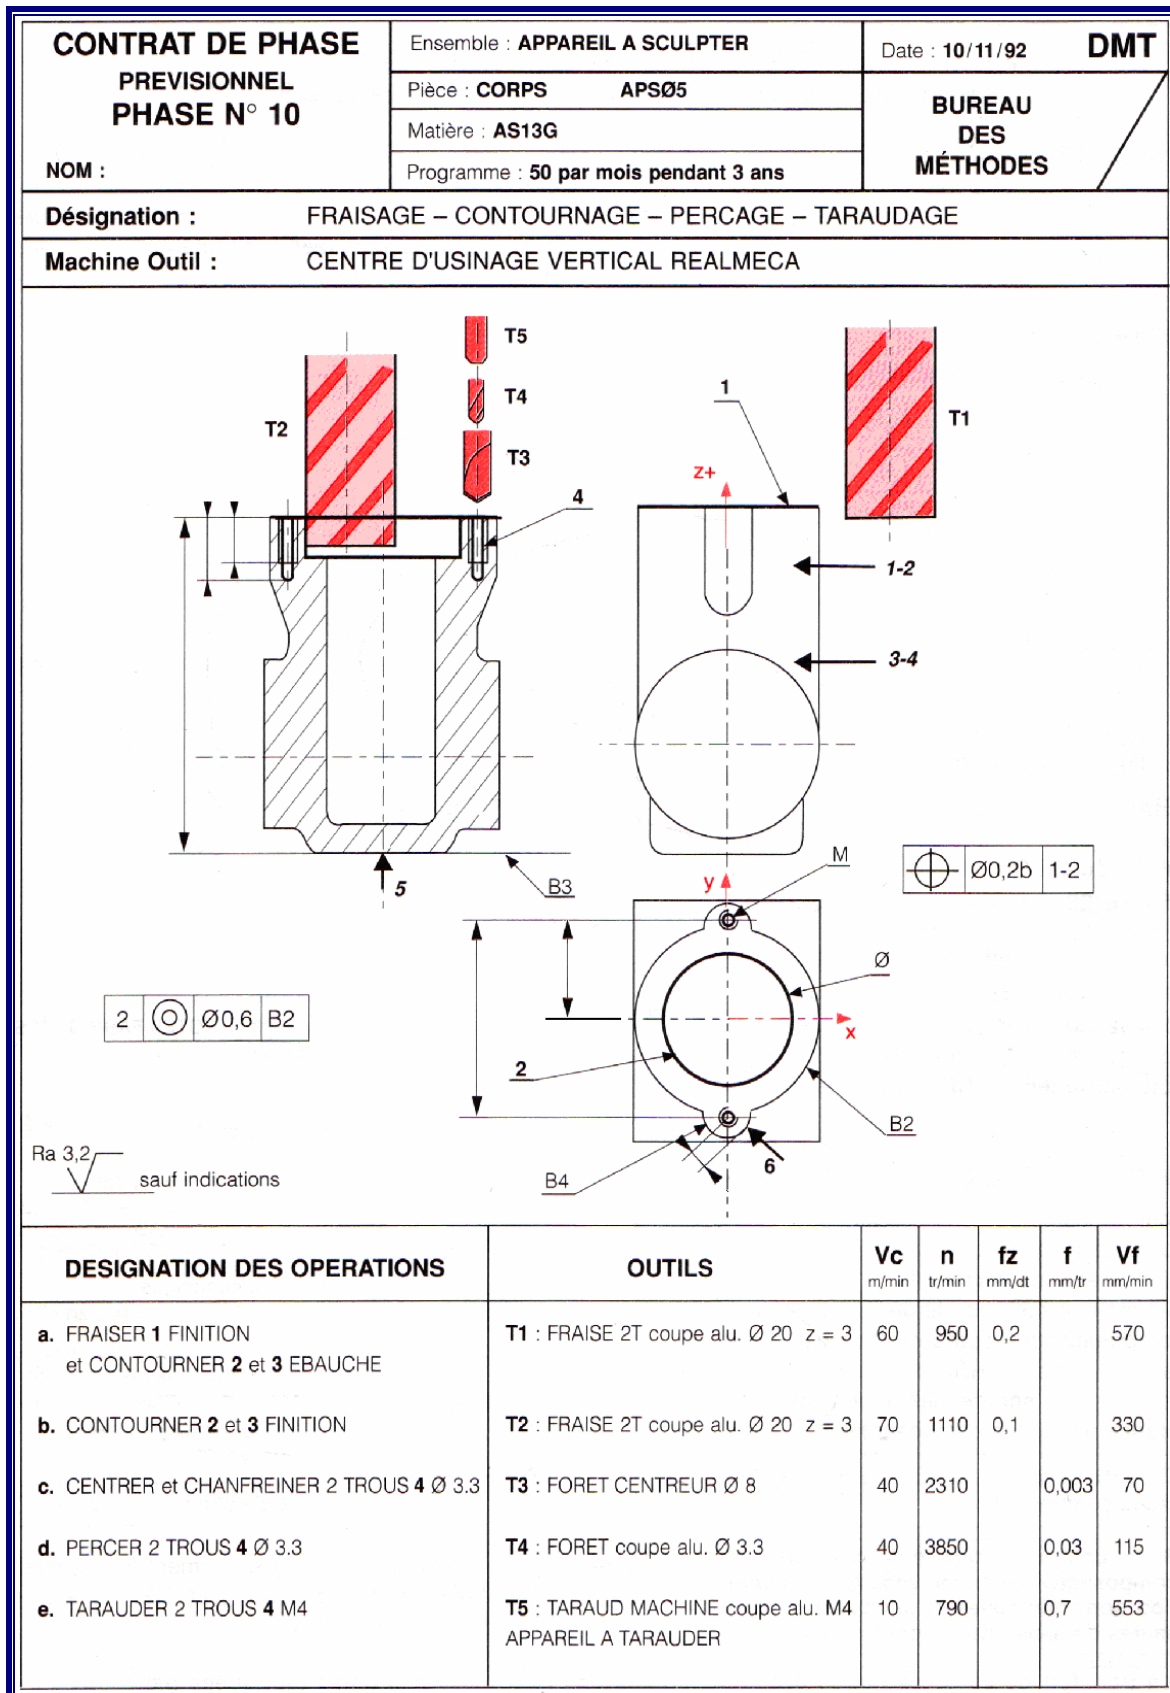

Figure 7. Contrat de phase prévisionnel
3. Contrat de phase prévisionnel (fig.7 page suivante)